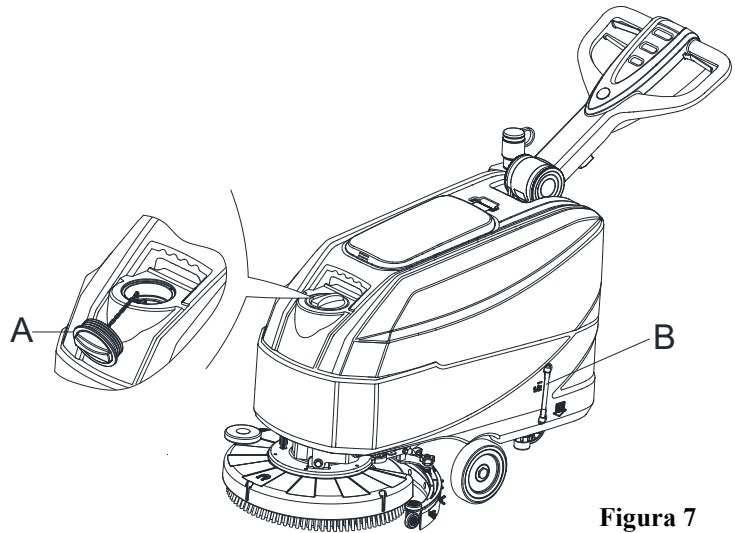

Figura 7
1. Abra la tapa de entrada del agua (A, Figura 7).